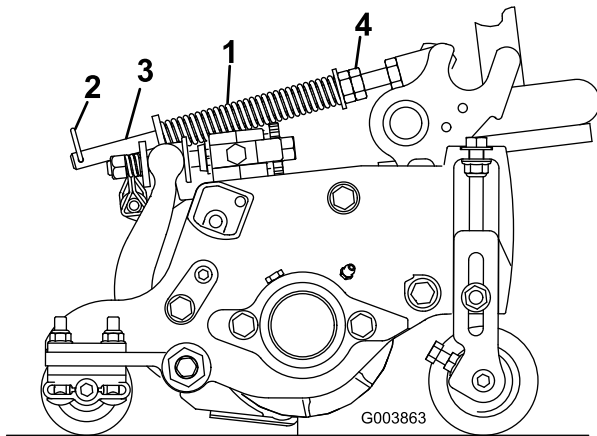

**Bild 12**
Die Rasenkompensierungsfeder (Bild 12) verlagert das Gewicht von der vorderen zur hinteren Rolle. (Dies reduziert ein Bobbing genanntes Wellenmuster auf der Rasenfläche.)
1. Stellen Sie sicher, dass der Lastösenbolzen in das hintere Loch in der Federstange eingesetzt ist (Bild 12).
2. Ziehen Sie die Sechskantmuttern vorne an der Federstange an, bis die zusammengedrückte Länge der Feder am Reelmaster 5210 und 5410 mit 12,7-cm-Mähwerken 12,7 cm oder am Reelmaster 5510 und 5610 mit 17,8-cm-Mähwerken 15,9 cm beträgt (Bild 12).